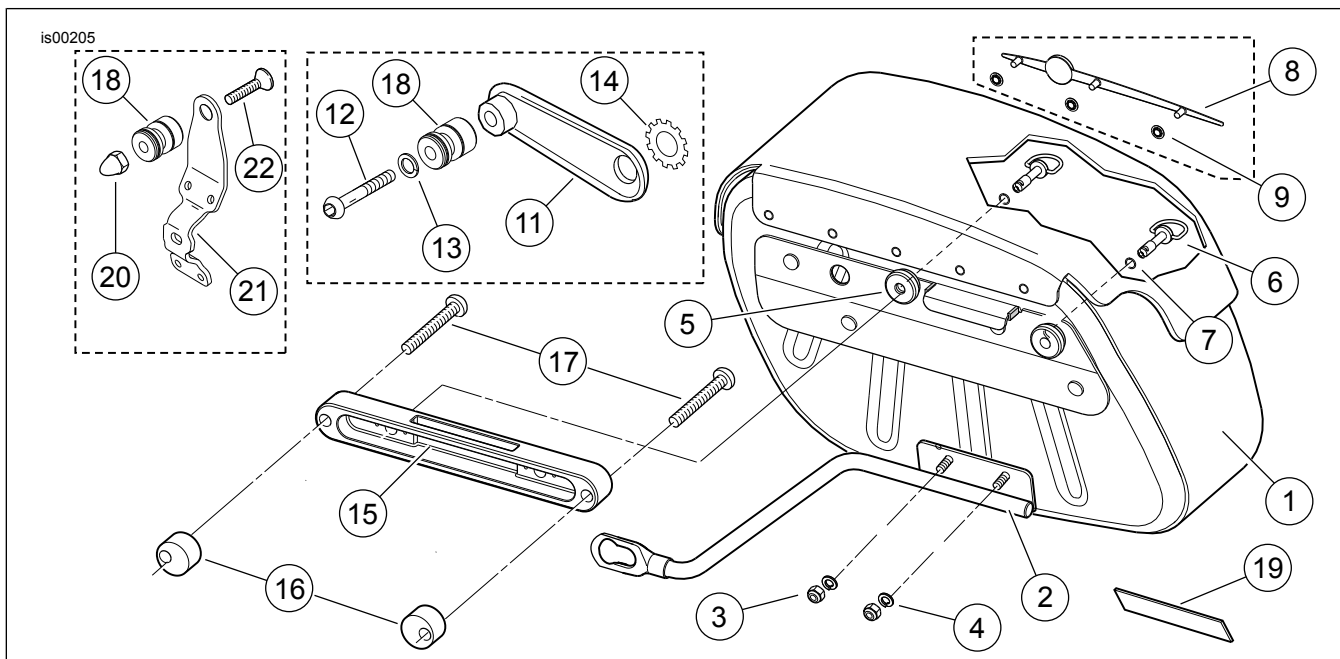

Figura 6. Peças de reposição: kits de alforjes removíveis Softail
9. Veja a Figura 6. Instale os refletores do kit no lado externo da tampa do alforje, centrados entre os rebites da cinta. Os refletores são específicos para cada lado. Pegue o refletor correto do kit. Remova a película do adesivo e pressione o refletor com firmeza no lugar em cada alforje para ativar o adesivo.